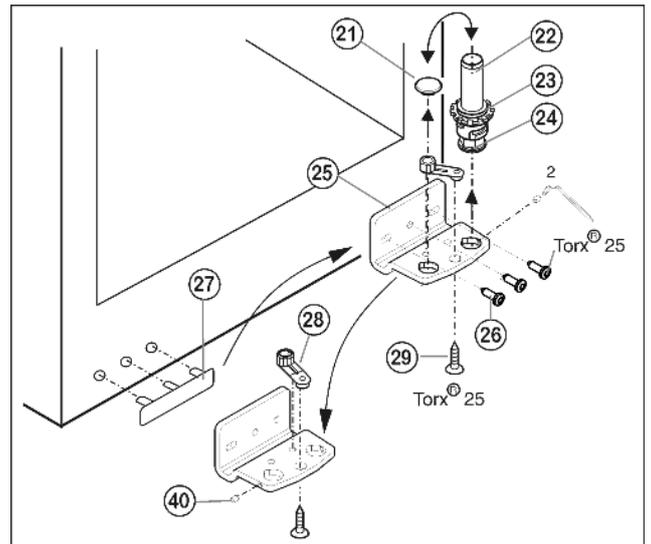

Fig. 6
- ▶ Gewindestift Fig. 6 (40) mit dem beiliegenden Inbusschlüssel ca. 1 Umdrehung herausdrehen.
- ▶ Lagerbolzen Fig. 6 (22) komplett, mit Scheibe Fig. 6 (23) und Stellfuß Fig. 6 (24), nach oben herausdrehen.
- ▶ Stopfen Fig. 6 (21) abheben.
- ▶ Lagerbock Fig. 6 (25) abschrauben Fig. 6 (26).
- ▶ Gewindestift Fig. 6 (40) komplett herausdrehen und auf der Gegenseite am Lagerbock eindrehen, bis er außen bündig mit dem Lagerbock ist.
- ▶ Lagerteil Fig. 6 (28) abschrauben Fig. 6 (29) und in das gegenüberliegende Aufnahmeloch des Lagerbocks umsetzen, wieder festschrauben.
- ▶ Stopfen Fig. 6 (21) in das andere Loch wieder einsetzen.
- ▶ Griffseitige Abdeckung Fig. 6 (27) vorsichtig abheben und auf die Gegenseite umsetzen.
- ▶ Lagerbock Fig. 6 (25) auf der neuen Scharnierseite ggf. mit Hilfe eines Akkuschraubers **fest (mit 4 Nm)** wieder anschrauben.
- ▶ Lagerbolzen Fig. 6 (22) komplett, mit Scheibe und Stellfuß, wieder einsetzen.
- ▶ Gewindestift Fig. 6 (40) festziehen.
- ▶ Tür von oben auf Lagerbolzen unten *Fig. 6 (22)* aufsetzen.
- ▶ Die Tür evtl. über die beiden Langlöcher im Lagerbock unten *Fig. 6 (25)* fluchtend zum Gerätegehäuse ausrichten. Dazu mittlere Schraube herausdrehen.